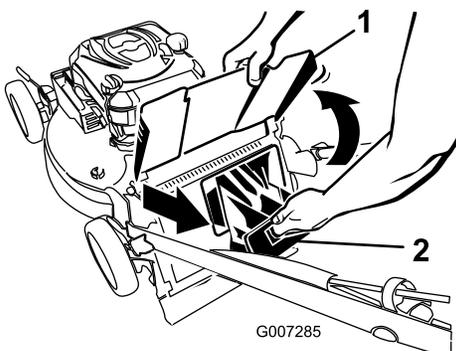

Figura 20
2. Levante y sujete el deflector de descarga (Figura 20).
3. Saque el tapón de descarga trasero (Figura 20).
1. Levante y sujete el deflector de descarga (Figura 20).
2. Saque el tapón de descarga trasero (Figura 20).